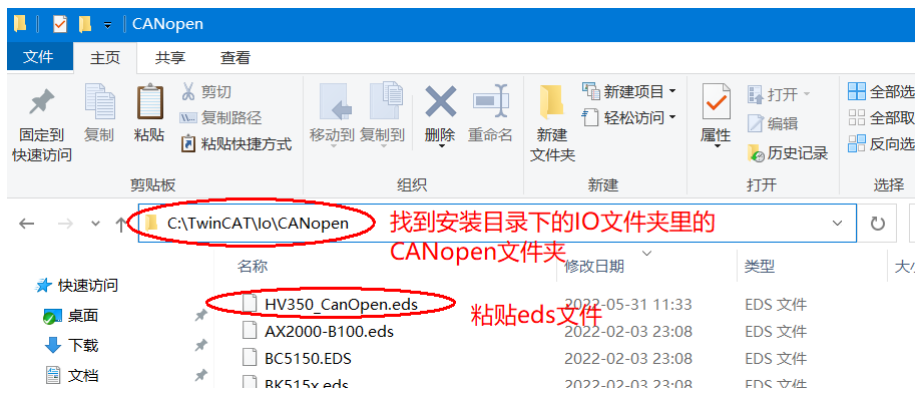

图 3.8 指定文件夹粘贴 EDS 文件
4) 配置 HV350 的 EDS 文件，如图 3.8 所示，需要将 HV350 的 EDS 文件粘贴到 TwinCAT 指定的 CANopen 目录下（CANopen 文件夹路径根据安装路径确定，图片指引仅供参考）。